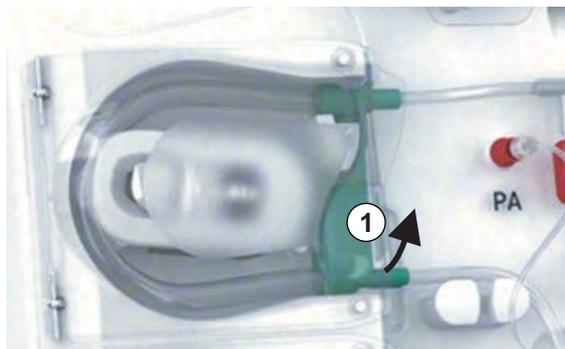

Fig. 7-1 Remoção da linha de sangue
5. Puxe levemente para cima a parte inferior do multiconector (Fig. 7-1, ①) da base da bomba de sangue (direção da seta) enquanto a cobertura da bomba de sangue estiver fechada.